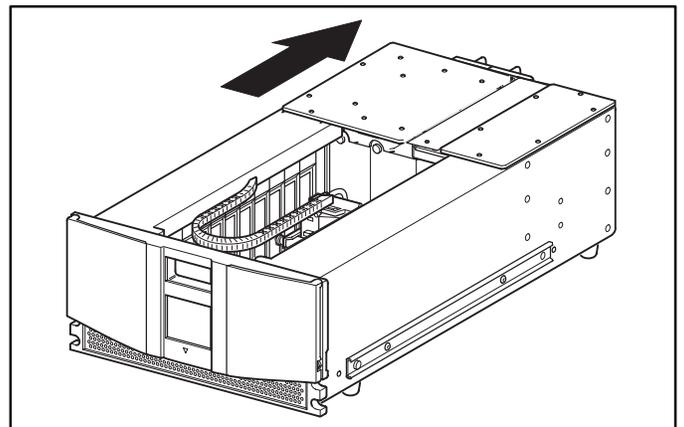

Figura 9: installazione del coperchio
15. Una volta appoggiato il coperchio sulla parte superiore dell'unità, farlo scorrere all'indietro in modo da allineare i fori di montaggio. Vedere la Figura 9.